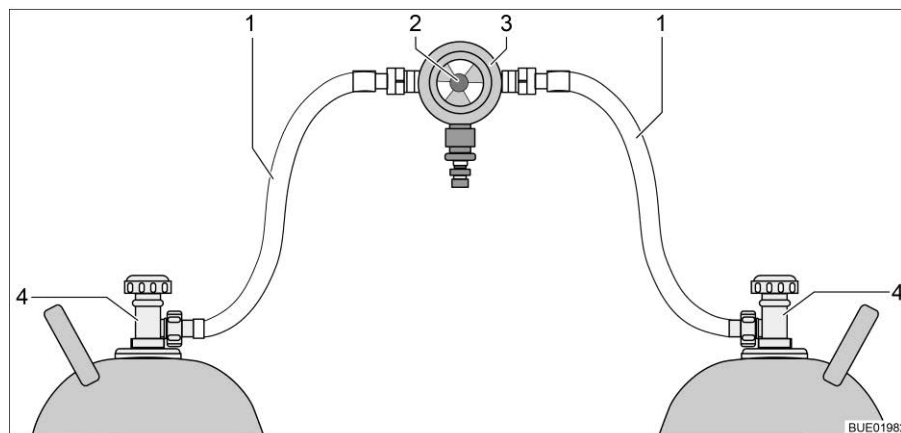
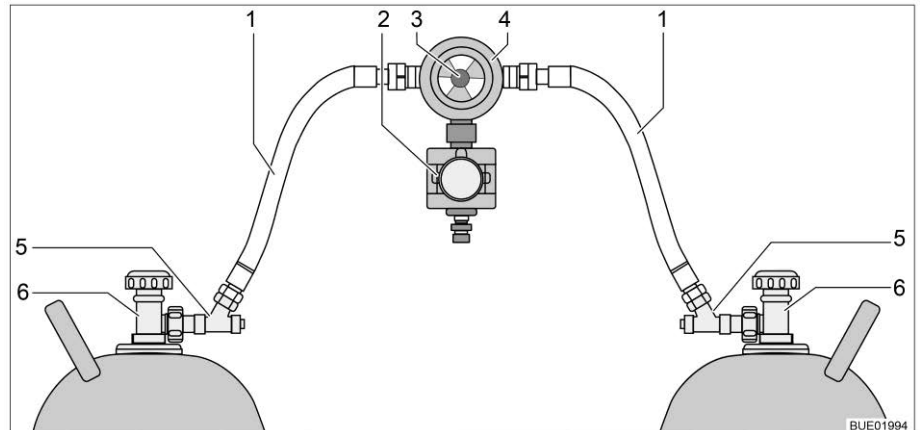

Fig. 132 Impianto di commutazione per bombole del gas
Fig. 133 Impianto di commutazione per bombole del gas con CPU
L'impianto di commutazione per bombole del gas è formato da un regolatore di pressione del gas combinato con valvola di commutazione e indicazione (Fig. 132,3). L'impianto di commutazione per bombole del gas è montato tra i due tubi del gas (Fig. 132,1).
L'impianto di commutazione per bombole del gas è formato da un regolatore di pressione del gas combinato con valvola di commutazione e indicazione (Fig. 133,4) e una elettrovalvola (Fig. 133,2). In caso di frenata brusca, incidente o inclinazione straordinaria, l'elettrovalvola blocca l'alimentazione del gas al veicolo. L'impianto di commutazione per bombole del gas è montato tra i due tubi del gas (Fig. 133,1) con dispositivi antirottura del tubo flessibile (Fig. 133,5).
L'impianto di commutazione per bombole del gas garantisce una pressione del gas costante, indipendentemente da quale bombola provenga l'alimentazione del gas. L'indicatore nella valvola di commutazione indica il livello di riempimento della bombola in uso. Se l'indicatore è verde, il rifornimento di gas viene fatto dalla bombola in uso. Quando l'indicatore è rosso, la bombola in uso è vuota. Il rifornimento di gas avviene poi tramite la bombola di riserva. Con la manopola (Fig. 132,2 o Fig. 133,3) sull'impianto di commutazione per bombole del gas è possibile stabilire quale delle bombole del gas viene utilizzata come bombola in uso e quale come bombola di riserva.
Sulla centralina di controllo (Fig. 134) possono venire azionate solo le funzioni elettriche. Le valvole principali di arresto delle bombole del gas (Fig. 132,4 o Fig. 133,6) devono essere aperte manualmente.
- Aprire le valvole principali di arresto delle bombole del gas (Fig. 132,4 o Fig. 133,6).
- Premere i dispositivi antirottura del tubo flessibile (Fig. 133,5) uno dopo l'altro per 10 secondi.
- Con la manopola (Fig. 132,2 o Fig. 133,3) sull'impianto di commutazione selezionare la bombola del gas, da cui deve provenire la principale alimentazione del gas (bombola in uso). Girare la manopola fino all'arresto.
- Chiudere le valvole principali di arresto delle bombole del gas (Fig. 132,4 o Fig. 133,6).